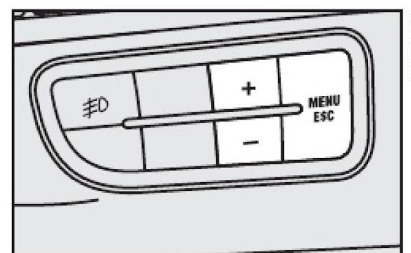

fig. 40
**BOTÕES DE COMANDO - fig. 40**